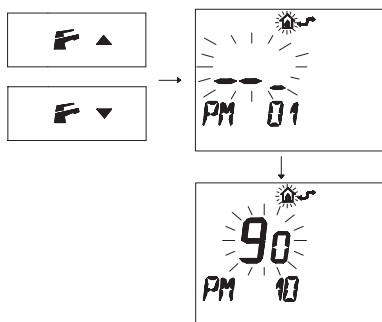

Figura 5.55
- Premere i pulsanti **F** **▼** o **F** **▲** per visualizzare la programmazione "PM10" selezione della frequenza di accensione (Figura 5.55).
Nella Figura 5.55 si visualizza un SET programmato di **90** corrispondente ad un tempo di riaccensione di 3 minuti circa.